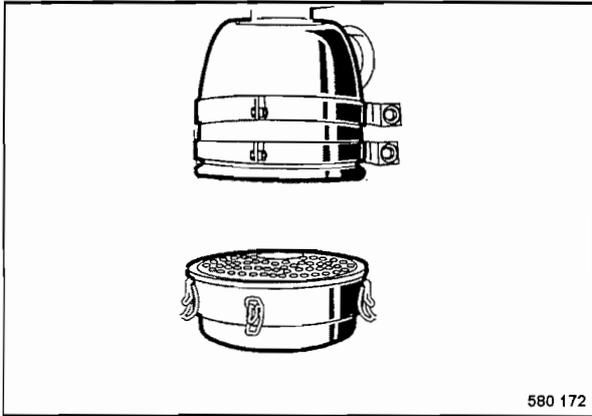

Fig. 96
- Soltar los cierres rápidos (Fig. 96), retirar la caja filtradora y vaciarla.